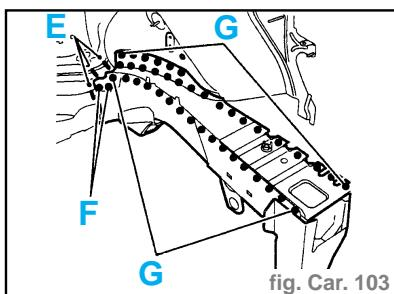

fig. Car. 103
- Poser la semelle centrale de brancard (fig. Car. 103).